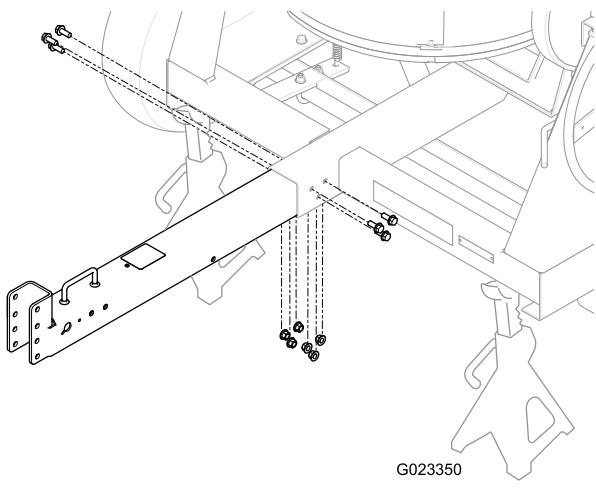

Figura 3
4. Instale la barra de tracción en el hueco de la parte delantera de la máquina, y sujetelo con 6 pernos cortos y 6 contratuerca a 102 Nm (75 pies-libra); consulte Figura 3.